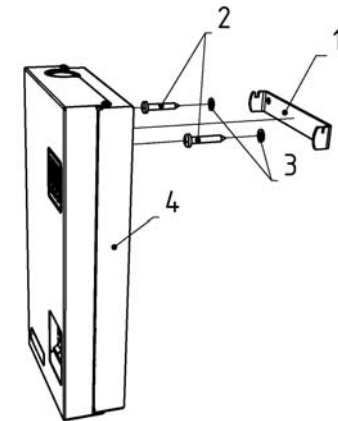

Рис. 8 Установка настенного кронштейна
- ✓ Произвести разметку и установить кронштейн (1) (Рис. 8) на поверхности стены в необходимом месте. Крепеж (2;3) подбирается исходя из материала стен.
- ✓ Закрепить прибор (4) на кронштейне (1). Проверить что между прибором и стеной